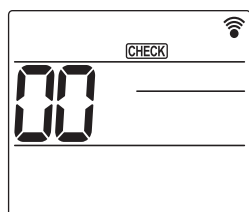

Fig. 6-7
- Håll knappen **[MENU]** intryckt i 5 sekunder. (Fig. 6-7)